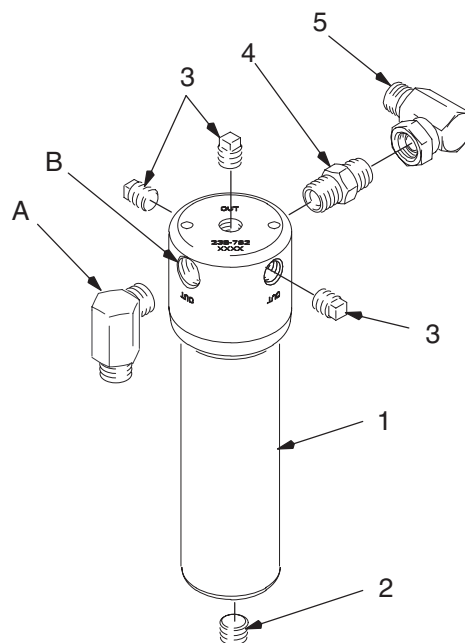

Fig. 1
1. Démonter le coude (A) en sortie de pompe. Le monter sur la sortie du filtre (B). Voir Fig. 1.
2. Monter le filtre complet sur la pompe en vissant le coude du filtre (5) sur la sortie de pompe.